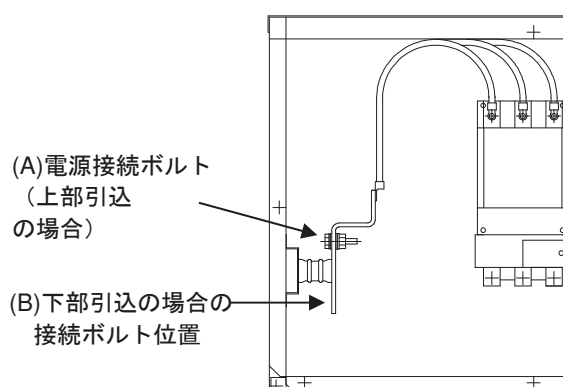

図 4-2 電源引込部詳細
(下部引込を選択される場合は、電線接続ボルトの付替えが必要です。図 4-2 中の (A) のボルトを (B) の位置に付替えてください。)